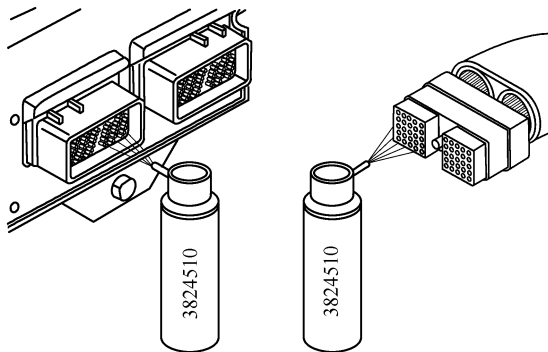

图 5-165 清除插头端口和线束插头中的污垢和湿气
③ 使用快干电气触点清洁剂(零件号为 3824510)清除 ECM 插头端口和线束插头中的污垢和湿气, 如图 5-165 所示。